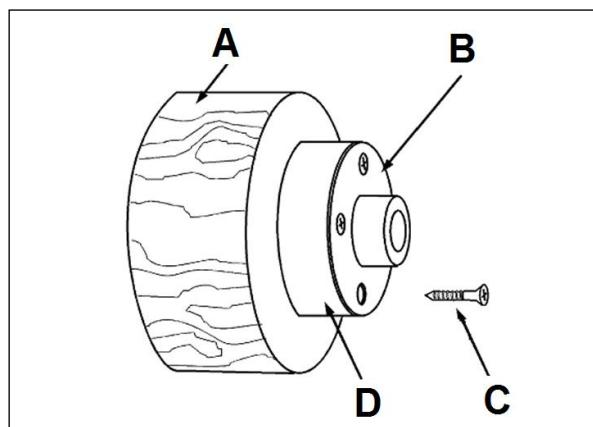

Fig 15
Fixer la pièce à usiner (A, Fig. 15) avec 4 vis à bois (C) par derrière directement sur le plateau circulaire.